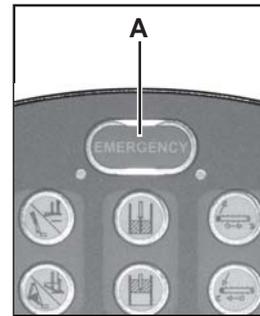

fig.1
- 1) Controllare che il pulsante di emergenza (A fig.1) non sia inserito (**per l'uso consultare il manuale pulsantiera fornito (HUSKY DS)(OPTIONAL HUSKY MT)**)